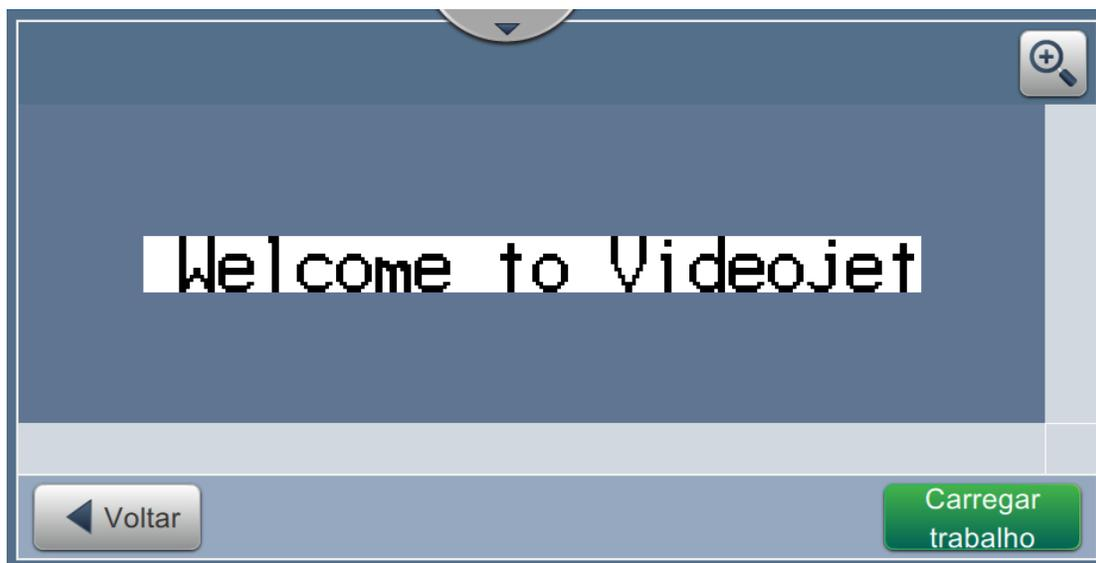

Figura 4-4: Seleção e carregamento do trabalho
3. Toque no botão  para carregar o trabalho para impressão, como mostra a Figura 4-4.